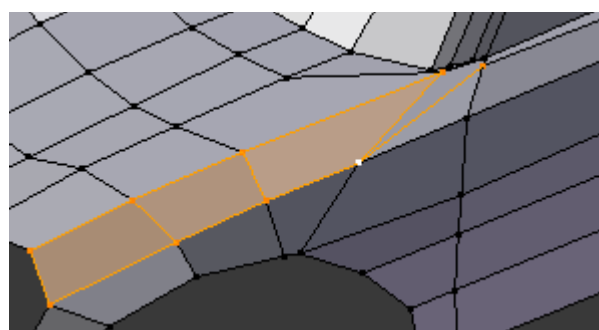

Figura 4.84
13. Selecciono agora apenas os 4 primeiros vértices e elimine o contorno seleccionado, **[X]** > **Edge Loop**, figura 4.84.